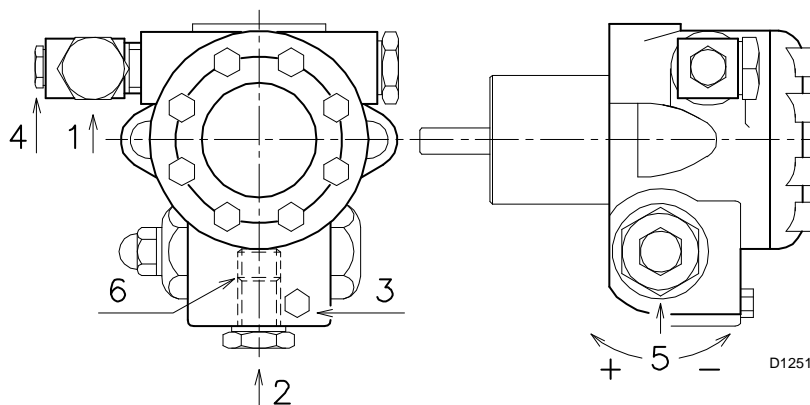

Fig. 19
- Com o fim de que a bomba se possa auto-alimentar, é indispensável afrouxar o parafuso 3) (Fig. 19) da bomba para purgar o ar contido no tubo de aspiração.
Para variar a pressão da bomba, actuar no parafuso 5) (Fig. 19, Pág. 17).